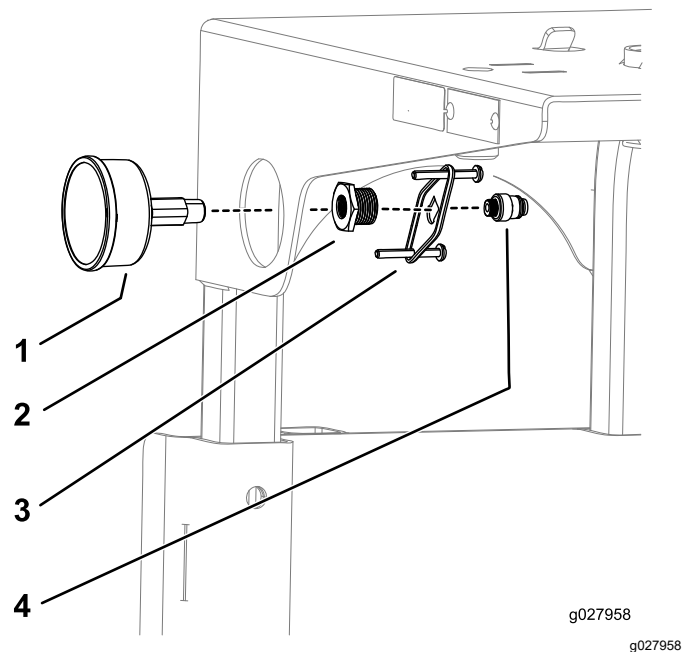

図 15
7. 水圧計のねじ山部にテフロンテープを巻き、図 15に示すように取り付ける。